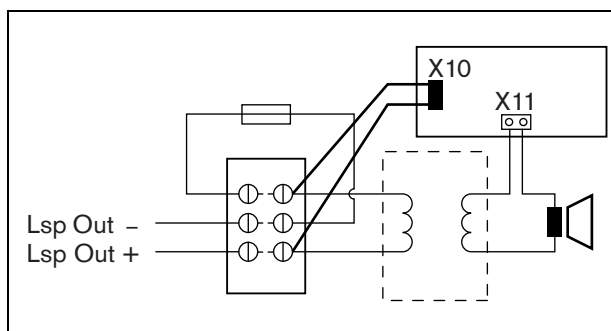

figura 13.6: Conexión de supervisión de altavoces
- 3 Conecte la placa al altavoz con los cables volantes y los conectores faston (consulte figura 13.6).